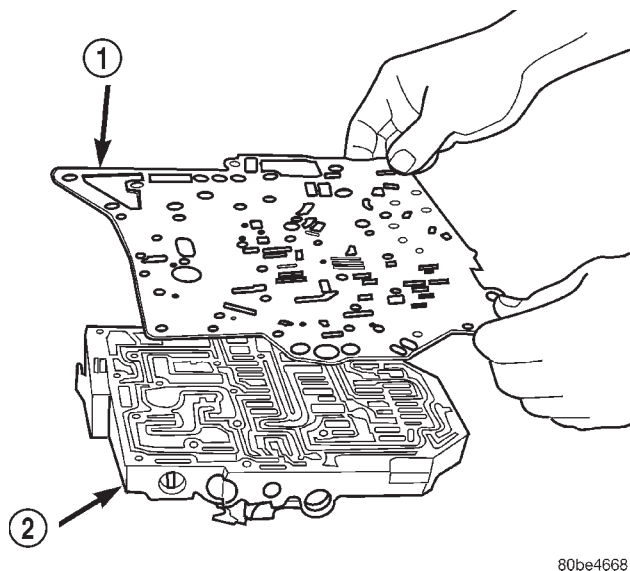

Fig. 340 Instalación de la placa separadora
(7) Instale la placa separadora en el cuerpo de válvulas (Fig. 340).